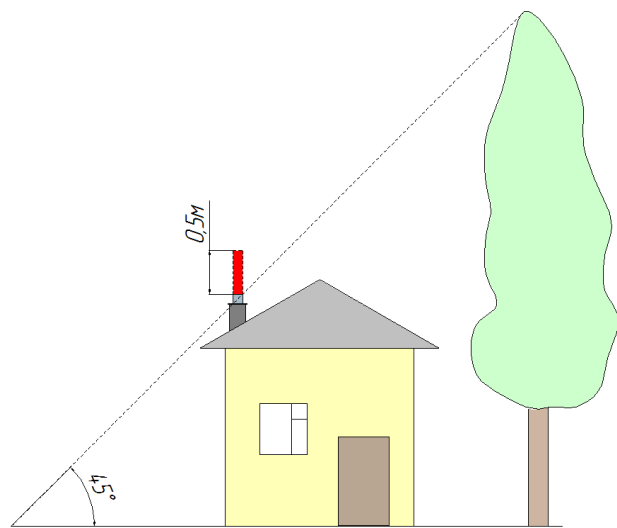

Рис.7 Збільшення димоходу при наявності біля будівлі зони вітрового підпору.
7.4.3 Димохід повинен забезпечувати вихід димових газів з котла, не створюючи при цьому додаткових опорів (див. Рис.6 та Рис.7).